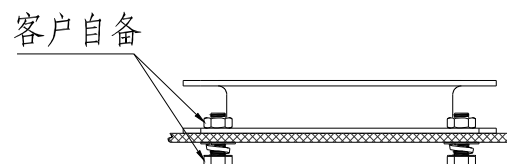

图 5
- 2) 客户根据自己的需求配备所需要长度的四个螺栓，加平垫和弹垫用来禁锢抗震器，如图 5 所示；